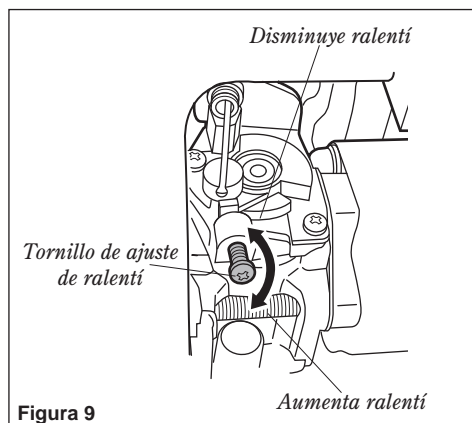

Figura 9
- Si dispone de un tacómetro, la marcha ralentí del motor se debe terminar ajustando en 3000 ( $\pm$  300) RPM ( $\text{min}^{-1}$ ). Consulte la figura 9.